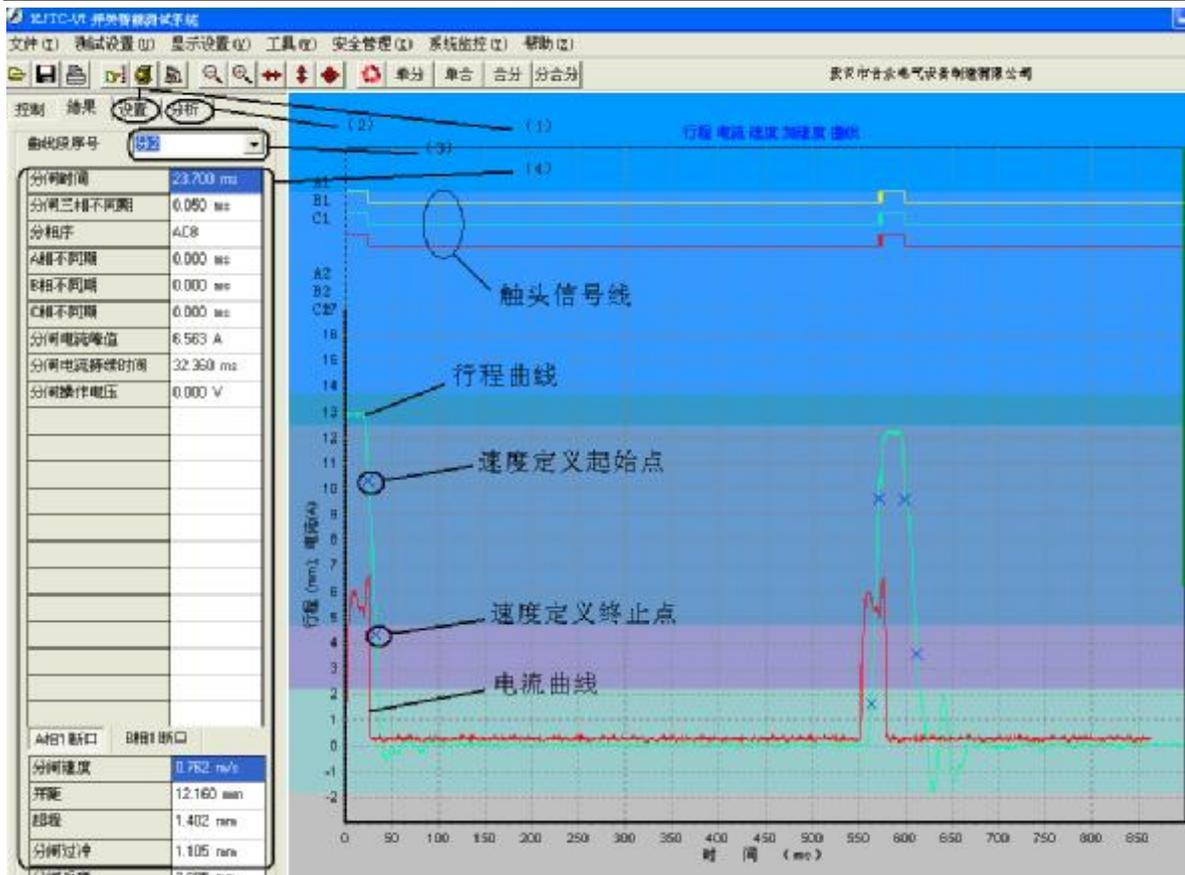

图 22 结果显示
在上述自动测试完成后,主界面将自动显示测试结果和测试曲线（见图 22）。
(3) 当进行多段操作时（如图 22 即为分合分），在此处可以选择需要显示那一段的曲线；
(4) 测试结果数据；